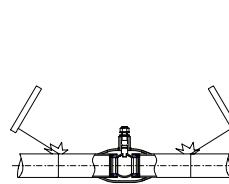

рис. 1
- При приварке к горизонтальному трубопроводу для предотвращения возможного повреждения полированной поверхности шара кран должен находиться в положении «открыто» (рис.1).